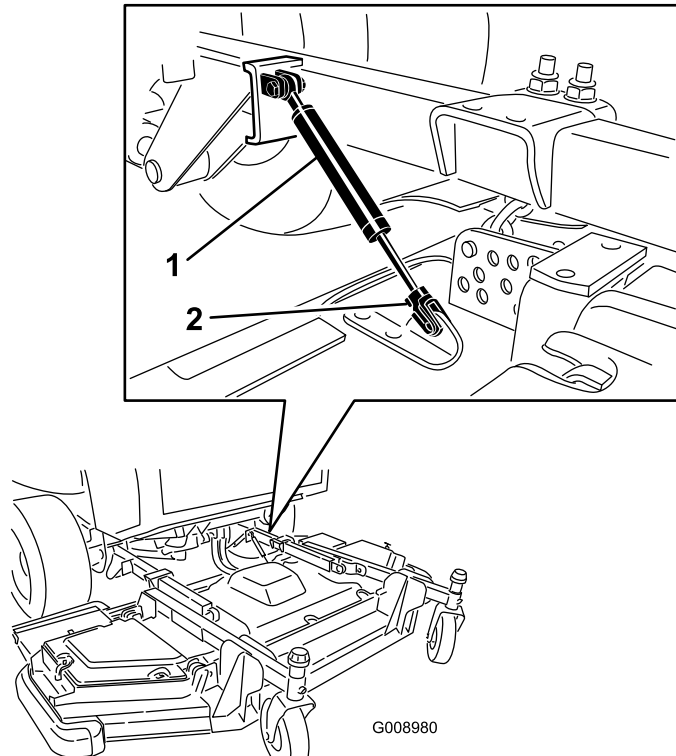

Рисунок 136
3. Снимите стопорное кольцо и отсоедините узел амортизатора от деки газонокосилки (Рисунок 136).